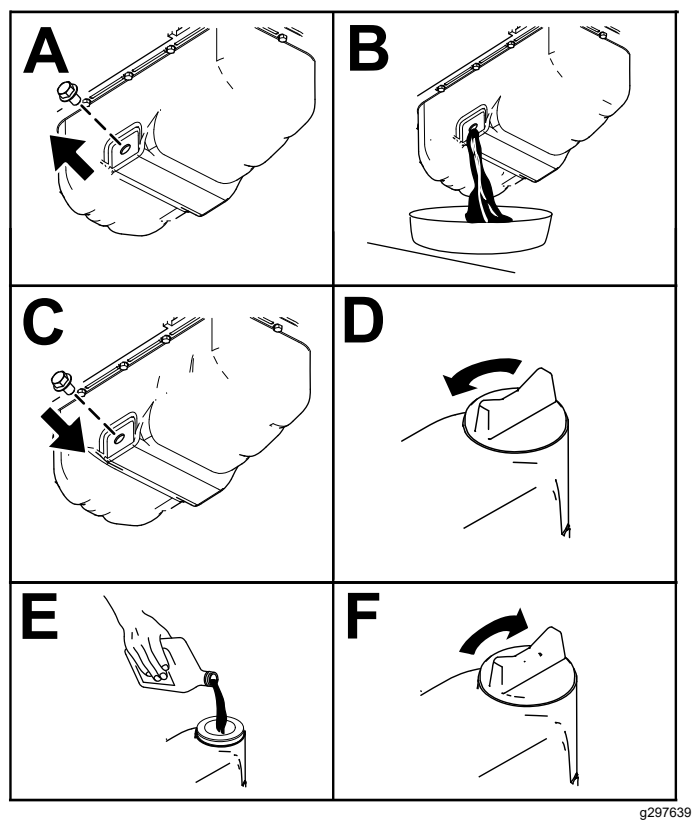

Figura 53
3. Schimbai uleiul de motor conform indicațiilor din Figura 53.